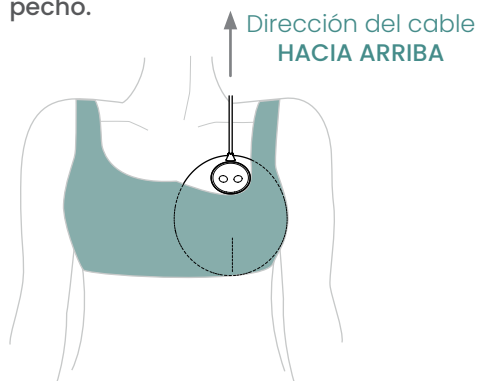

Figura 12.2.2
2. Vuelva a colocarse el sujetador, si es necesario, para asegurarse de que el aparato queda bien sujeto y no le molesta. El aparato estará bien colocado cuando el controlador y el cable marquen las 12 en punto (Figura 12.2.2).